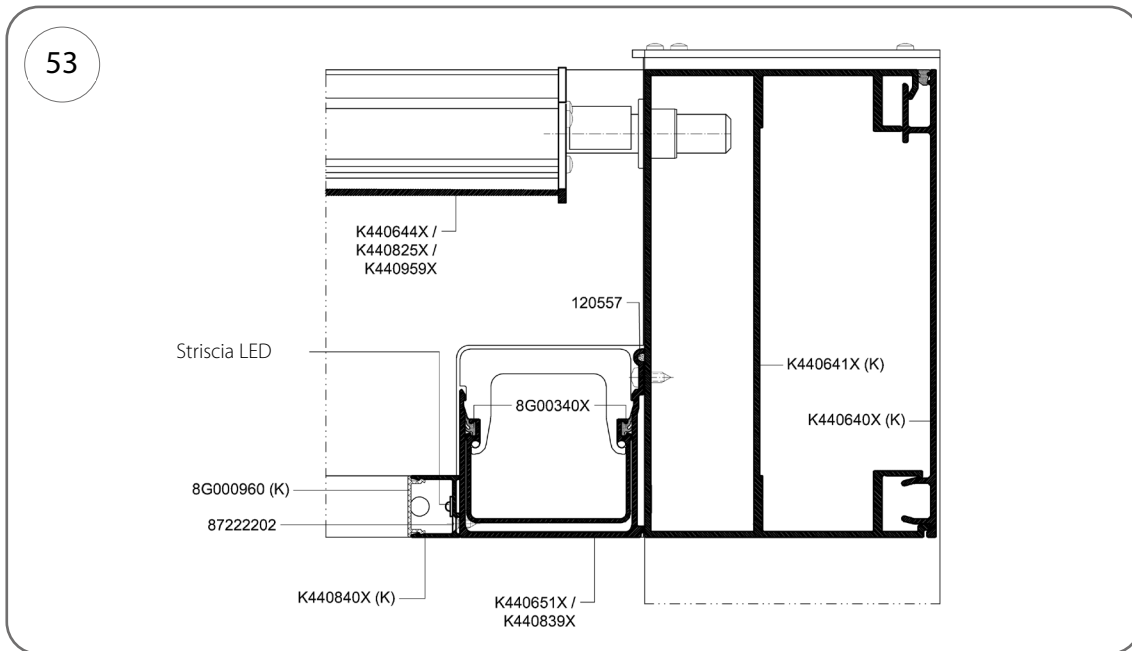
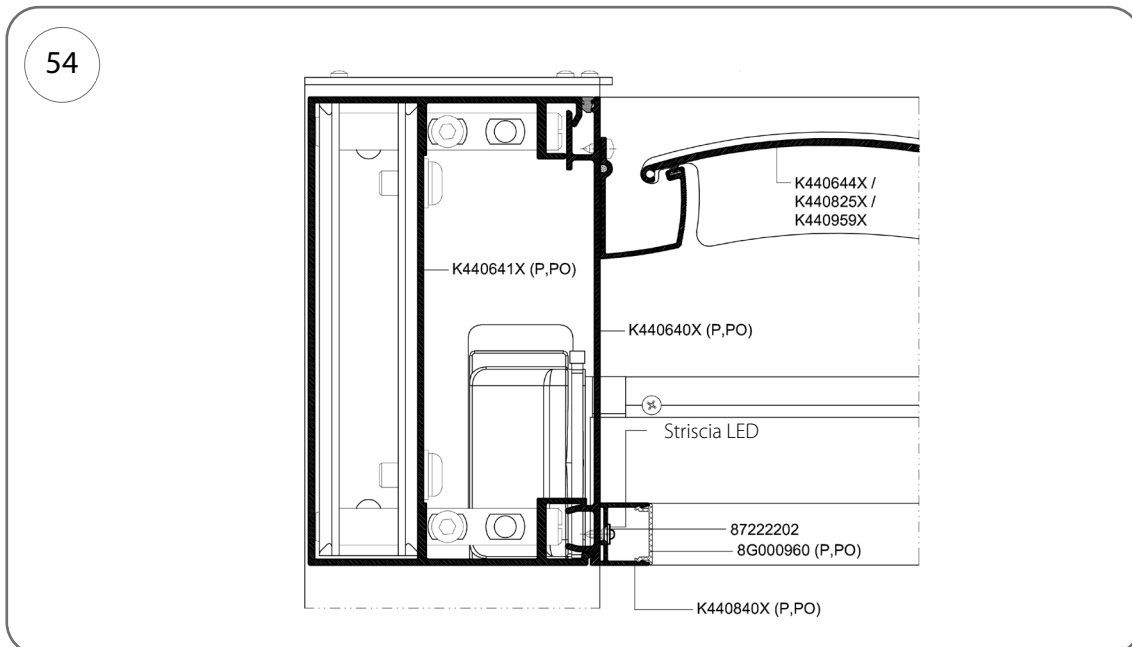

Fig. 53
Fig. 54
1. Avvitare la copertura del correntino (cod. K440640X) (Fig. 53) e l'alloggiamento della grondaia (cod. K440651X o K440839X) (Fig. 54) al profilo LED (cod. K440840X) utilizzando viti da 3,5 x 9,5 mm (cod. art. 87222202).